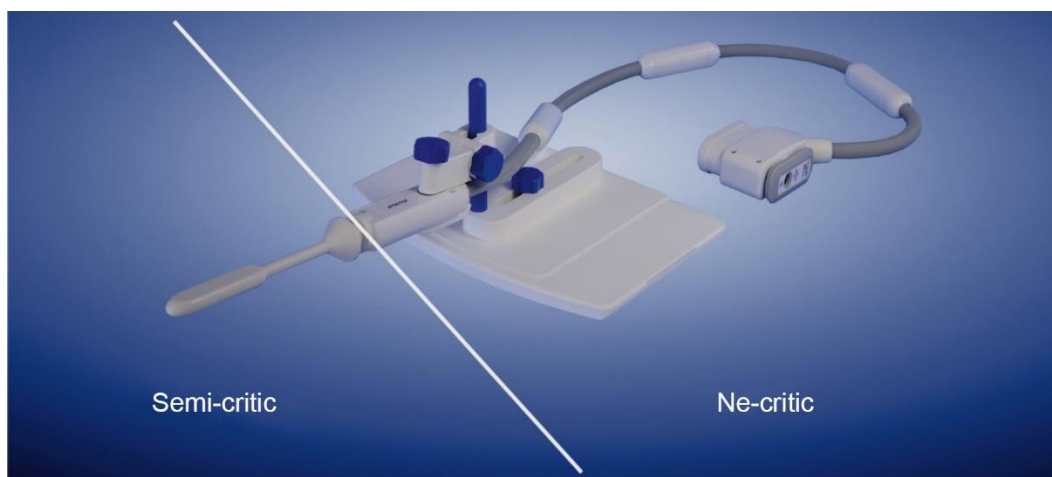

Figura 14: Clasificarea pieselor produsului în privința reprelucrării.
- a. Atașați capacul la conectorul bobinei (vezi Figura 14).
Acest dispozitiv exceptând sonda RM, este clasificat ca articol necritic în privința reprelucrării. Sonda RM este clasificat ca produs medical semi-critic în privința reprelucrării (vezi Figura 14). Prin urmare, este necesară o dezinfectare la nivel înalt pentru sonda RM.